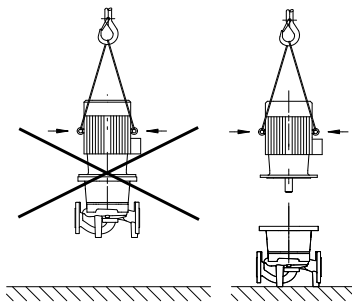

Fig. 4: Trasporto del motore
- Gli occhioni sul motore sono omologati solo per il trasporto del motore, non per quello dell'intera pompa (fig. 4).